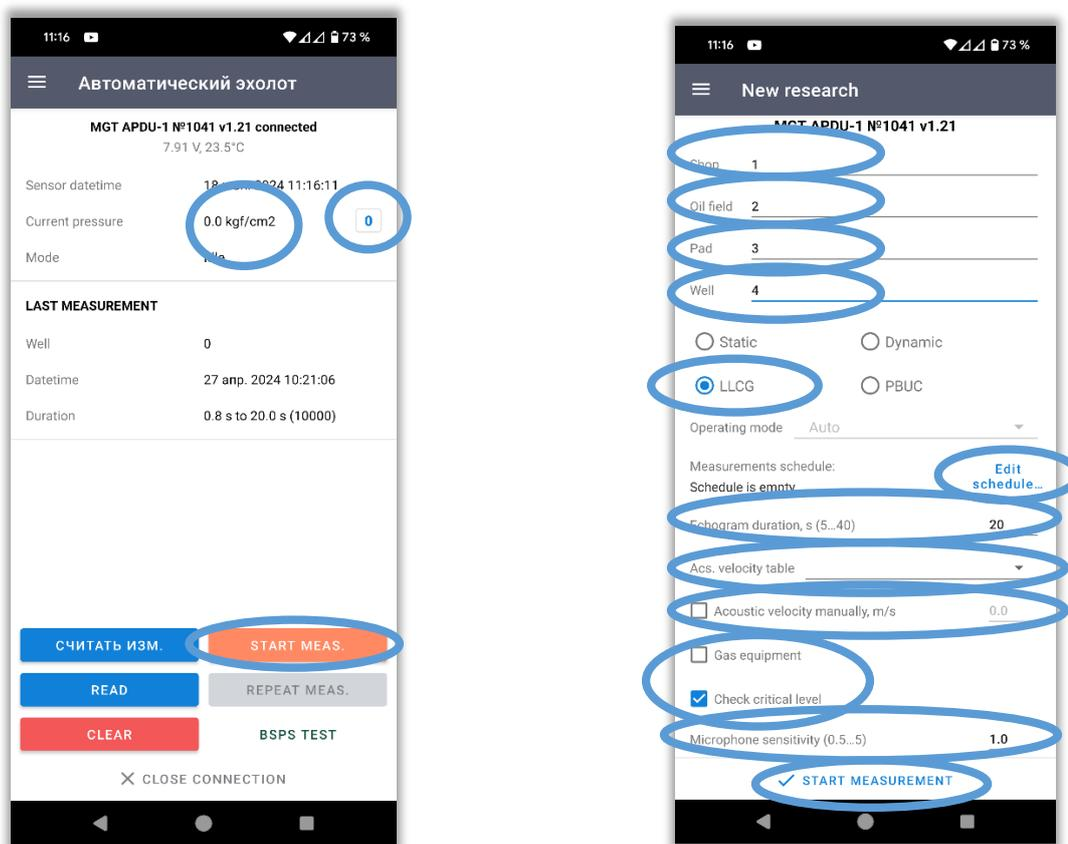

рис.3
**Внимание! Перед каждым использованием эхолота в момент, когда в приборе отсутствует давление, необходимо проводить калибровку давления прибора (кнопкой «0») (рис.3)**
3) Нажмите «**START MEAS.**», в открывшемся окне введите необходимые значения исследуемой скважины (**Shop, Oil field, Pad, Well**). (рис.3)